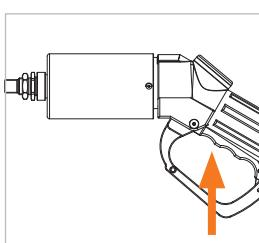

Abbildung 22
- ▶ Ziehen Sie den Betätigungshebel (Pos. 7) am Handgriff (Pos. 8) der Füllkupplung vollständig in die ON-Position hoch (Abbildung 22), bis dieser hörbar einrastet und der grüne Ring sichtbar ist (Abbildung 13 auf Seite 74).